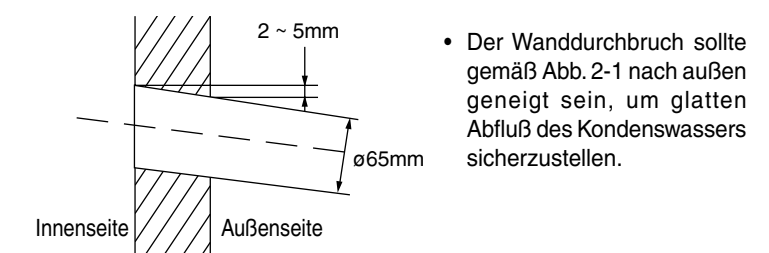

Abb. 2-1
- 2.1 Der Mauerdurchbruch muß entsprechend Abb. 2-1, ausgeführt werden, um den Abfluß des Kondenswassers sicherzustellen.